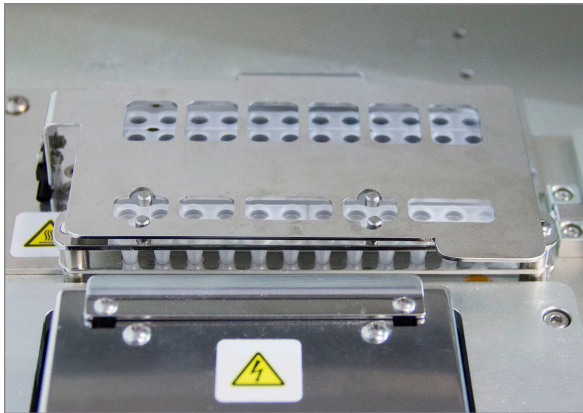

FIGURE 5.23 : Couvercle refermé sur les tubes
- a. Bien refermer le couvercle, qui se rabat sur les tubes (FIGURE 5.23).